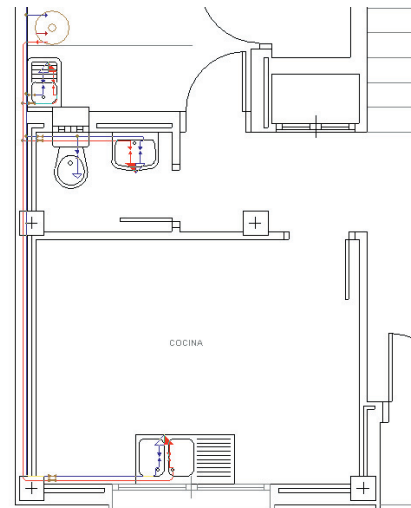

Fig. 11.8
- Desde las llaves de local húmedo hasta los consumos de agua caliente (Fig. 11.8).